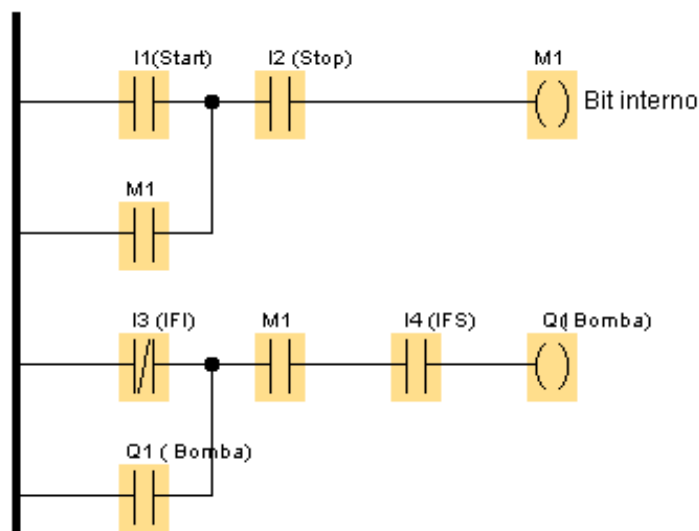
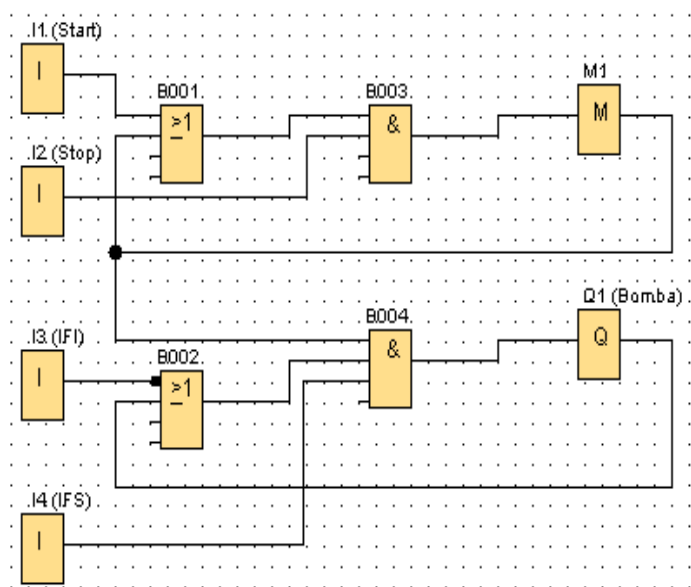

Figura 10. solución en esquema de contactos del programa de control de llenado de tanque.
Figura 11. Diagrama de bloques de función para el programa de control de llenado de tanque.
El LOGO! por defecto se programa en lenguaje de diagramas de bloques de función, pues es la única forma en que puede ser programado directamente con las teclas del panel de mando, sin embargo el LOGO!Soft Comfort ofrece la posibilidad de poder hacer el programa con esquemas de contactos cambiando las opciones del menú herramientas, aunque al visualizarlo en la pantalla integrada en el LOGO! se observe siempre como bloques de función. Por ello el programa se realizará utilizando el lenguaje por defecto, en la Figura 11 se muestra el mismo circuito de la Figura 10 hecho en diagrama de funciones lógicas.
En esta guía se realizará un tutorial para introducir el circuito de la Figura 11, siga los pasos que se muestran a continuación para simular y luego descargar la solución al módulo lógico LOGO!.
servirá únicamente para realizar alambrados en los bloques que están en el espacio de trabajo. Al acercar el cursor del mouse a un terminal de un componente como la I1 el terminal presenta un rectángulo azul, esto indica que puede conectar ese terminal a otro, de clic izquierdo en este terminal de origen y arrastre (sin soltar el botón del mouse) hasta la primera entrada del bloque OR superior (Ver Figura 11) donde aparecerá nuevamente el rectángulo azul seguido por un número 1, suelte el botón del mouse para finalizar la conexión.
13. Antes de hacer todas las demás conexiones por su cuenta observe en la Figura 11 el bloque OR inferior, verá que tiene un pequeño cuadrado negro en su entrada superior, esto indica que es una entrada negada, para negar esta entrada dé clic derecho sobre ella y del menú contextual que aparece seleccione la opción **Negar Conector**.
14. Realice todas las conexiones, teniendo presente que si requiere el movimiento de algún bloque o conexión puede usar la herramienta **selección**  del *Editor de diagramas* (Figura 7). El circuito final deberá verse como el de la Figura 11.